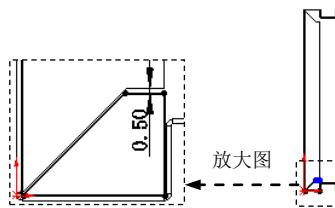

图 17.9.33 横断面草图
(5) 编辑边线法兰 11 的草图。在设计树的 **边线-法兰11** 上右击, 在系统弹出的快捷菜单中单击 命令, 系统进入草图环境。绘制图 17.9.33 所示的横断面草图。退出草图环境, 此时系统完成边线一法兰 11 的创建。